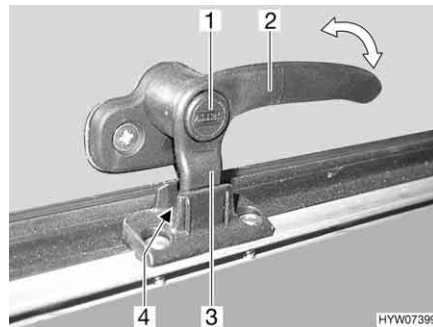
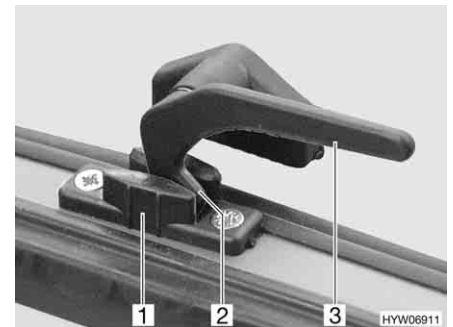

Fig. 57 Palanca de bloqueo con botón de seguridad en la posición de "ventilación continua"
Fig. 58 Palanca de bloqueo en la posición de "ventilación continua"
- En la posición "ventilación continua" (Fig. 57 y Fig. 58)
- Si existe, pulsar el botón de seguridad (Fig. 57,1) y mantenerlo pulsado.
- Girar la palanca de bloqueo (Fig. 57,2 ó Fig. 58,3) un cuarto de vuelta hacia la mitad de la ventana.
- Girar de nuevo hacia atrás la palanca de bloqueo. El saliente de bloqueo (Fig. 57,3 ó Fig. 58,2) de la palanca de bloqueo se ha de introducir para ello en el rebaje del bloqueo de la ventana (Fig. 57,4 ó Fig. 58,1).
- Si existe, soltar el botón de seguridad (Fig. 57,1).